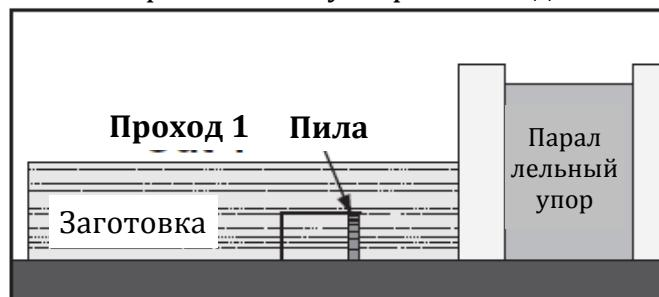

Рис. 48. Первый проход однодисковой пилы
5. Выровнять пилу нарезание одной стороны паза, как показано на рис. 48.